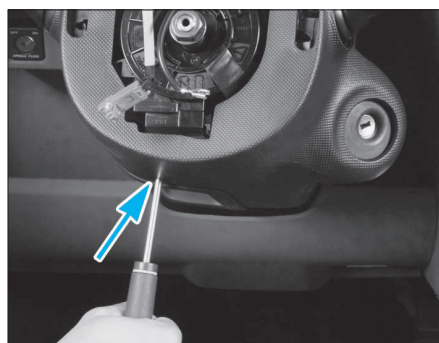

FIG. 6
- Déposer la vis de la garniture inférieure de la colonne de direction puis la déposer (fig. 6).